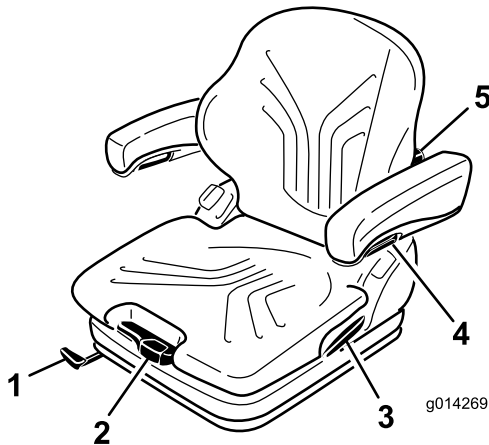

Figure 24
Le siège est réglé pour le poids du conducteur en tirant ou en poussant le levier de réglage correspondant (Figure 24).
1. Levez le levier pour débloquer et régler le siège (Figure 24).
En tournant le bouton de réglage vers le haut, vous pouvez régler le renflement de la partie supérieure du dossier. En tournant le bouton vers le bas, vous pouvez régler le renflement de la partie inférieure du dossier (Figure 24).
Pour régler la hauteur des accoudoirs, séparez le cache rond (Figure 24) du couvercle, desserrez l'écrou hexagonal (13 mm) qui se trouve derrière, réglez les accoudoirs à la position voulue puis resserrez l'écrou. Remplacez le cache sur l'écrou.
Pour régler l'angle des accoudoirs, tournez le bouton de réglage (Figure 24).
Tirez sur le levier pour libérer le verrou du dossier (Figure 24). Lorsque le verrou est libéré, ne vous appuyez pas contre le dossier.